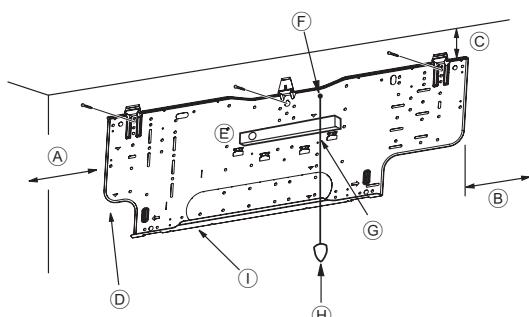
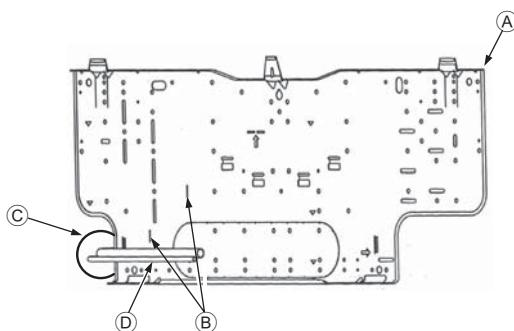

Рис. 3-4
Рис. 3-5
■ PKA-RP-HAL (Рис. 3-4)
- Ⓓ Крепежные винты (4 x 35) ②
- Ⓘ Монтажная плата ①
3.3. Встраивание труб в стены (Рис. 3-5)
- Ⓐ Монтажная плата ①